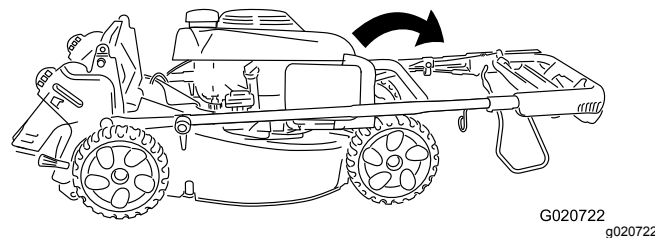

Рисунок 5
2. Осторожно перемещайте верхнюю рукоятку вперед до тех пор, пока половинки рукоятки не окажутся на одной линии и не сложатся вместе, как показано на рис. Рисунок 5